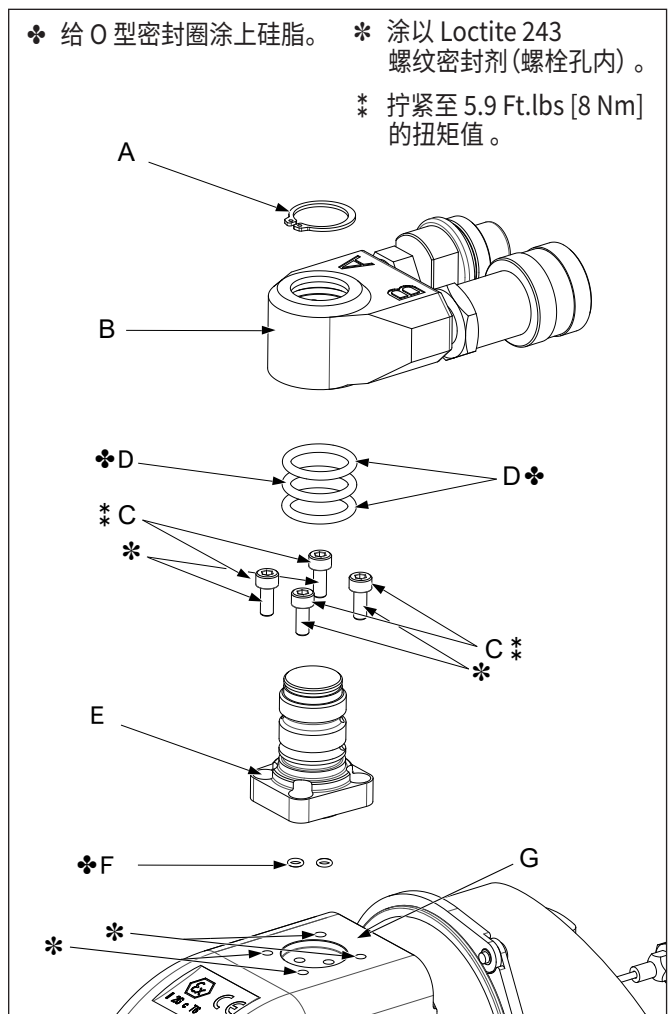
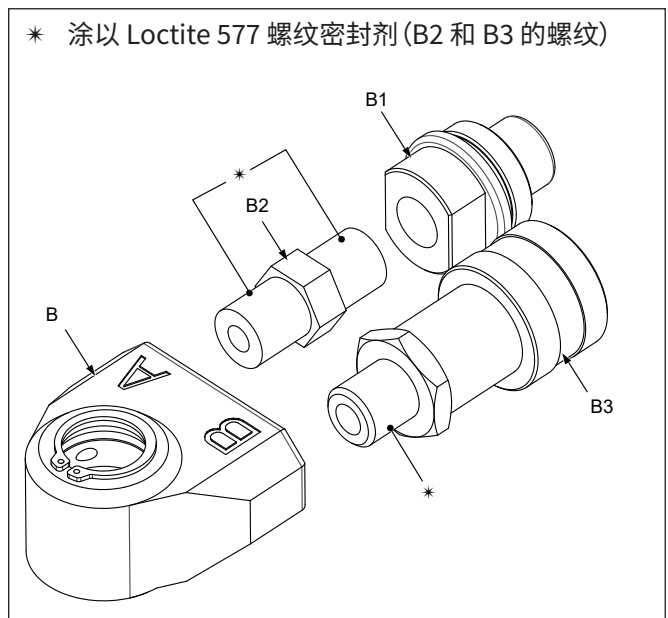

图 11: 旋转接头杆和旋转接头总成
图 12: 旋转接头总成分解图
### 7.2.1 液压旋转接头总成 (图 11 + 图 12)
**注意** 若已拆下, 则在旋转接头杆 (F) 上安装旋转接头 (B) 前, 先重新安装快换接头 (B1 和 B3) 以及直通接头 (B2)。安装快换接头和直通接头时用软口虎钳夹住旋转接头。
1. 在快换母接头 (B3) 和直通接头 (B2) 的螺纹中涂上 Loctite 577 密封剂。具体位置请参见图 12。
1. 在扳手外壳的螺纹式安装孔中涂上少许 Loctite 243 螺纹密封剂。具体位置请参见图 11。
2. 在旋转接头杆 (E) 基座的端口处装上两个新的 O 型密封圈 (F)。
3. 将旋转接头杆 (E) 置于扳手 (G) 上, 确保液压端口对齐。确保 O 型密封圈 (F) 不会掉落或者受到挤压或切断。
4. 安装已脱脂的内六角螺钉 (D) 并拧紧至 3.7 Ft.lbs [5.1 Nm]。